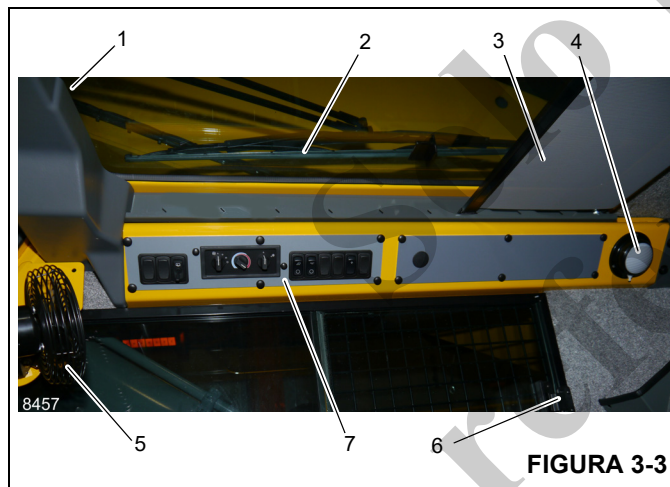
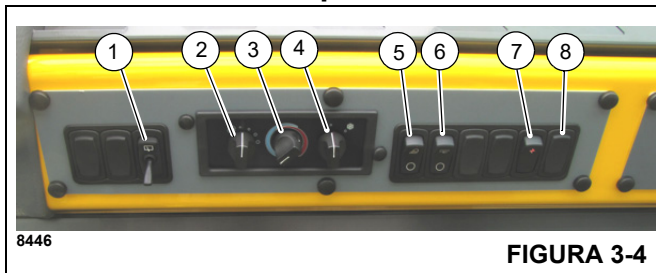

FIGURA 3-3
FIGURA 3-4
El pestillo de la ventana del techo (1) (Figura 3-3) se encuentra en la parte delantera de la ventana. Apriete el pestillo y deslice la ventana hacia atrás para abrirla. Para cerrar, deslice la ventana hacia adelante hasta que el pestillo se trabe.
El limpiacristal de la ventana del techo (2) (Figura 3-3) se controla por medio del interruptor del limpiacristal de la ventana del techo (4) (Figura 3-4), y su funcionamiento es controlado por el motor del limpiacristal.
La visera de la ventana del techo (3) (Figura 3-3) reduce la luz solar directa. La visera es autorretraíble y se puede utilizar para filtrar el ingreso de luz solar o se puede ajustar hacia atrás y trabarse en las muescas provistas.
La luz interior de techo (4) (Figura 3-3) se encuentra en la esquina trasera derecha de la consola superior de la cabina y provee iluminación a la cabina. La luz de techo interior se controla por medio de un interruptor ubicado en la lámpara misma.
El ventilador de circulación de la cabina (5) (Figura 3-3) se encuentra en el lado delantero izquierdo de la cabina, encima del marco de la ventana. Una unión giratoria permite girar el ventilador y en su base se encuentra el interruptor de control. El interruptor tiene las posiciones alta, baja y apagado.
La ventana del lado derecho de la cabina se puede abrir. Apriete el pestillo (6) (Figura 3-3) para soltar la traba y deslícela hacia adelante. Para cerrar, deslice la ventana hacia atrás hasta que el pestillo se trabe.
El limpiacristal eléctrico se usa para quitar la humedad de la ventana en el techo. El limpiacristal de la ventana del techo es controlado por el interruptor del limpiacristal (1) (Figura 3-4). Este interruptor tiene 6 posiciones, incluido el ajuste de intermitente.
El interruptor de velocidad del ventilador del calefactor/acondicionador de aire (2) (Figura 3-4) controla la velocidad del ventilador de la cabina y el volumen de salida de aire caliente o frío. Los ajustes son apagado, velocidad baja, velocidad mediana y velocidad alta.
El interruptor de control del calefactor (3) (Figura 3-4) controla la temperatura de calefacción. Gire el interruptor hacia la derecha (sentido horario) para abrir la válvula para la calefacción. (El calor proviene del fluido calentado que circula por el serpentín del calefactor.) Gire el interruptor hacia la izquierda (sentido contrahorario) para cerrar la válvula, disminuir la circulación del fluido y reducir el calor.
El interruptor del acondicionador de aire (4) (Figura 3-4) controla el sistema de acondicionamiento de aire opcional. Los ajustes son apagado (O) y encendido (I).
El interruptor de luces de trabajo (5) (Figura 3-4) controla las luces de trabajo montadas en la parte delantera inferior de la cabina de la superestructura. Presione la parte superior del interruptor para encender las luces de trabajo. Presione la parte inferior del interruptor para apagar las luces de trabajo.
El interruptor de alimentación de funciones de grúa (7) (Figura 3-4) se encuentra en el tablero de control superior. Este interruptor de regreso automático permite al operador activar todas las funciones de la grúa a la vez o desconectar la energía eléctrica de las funciones de la grúa controladas por los controladores remotos en los apoyabrazos. Al pulsarlo, se activan todas las funciones de la grúa. Al pulsarlo una segunda vez, se desactivan todas las funciones de la grúa. Desactive todas las funciones de la grúa para impedir el accionamiento inesperado de las funciones si se tocan los controladores durante el transporte o cualquier otra operación.
El interruptor del DPF (filtro de partículas diésel) del motor (8) (Figura 3-4) se encuentra en el lado derecho del tablero de control superior. Es un interruptor de tres posiciones: inhibir limpieza, permitir limpieza activa e iniciar limpieza manual. La posición central permite que la limpieza ocurra cuando se requiera, o presione este interruptor para forzar el inicio inmediato de la limpieza manual o para inhabilitar la limpieza indefinidamente:
El indicador de limpieza del sistema de escape (25) se encuentra en la pantalla del CCS (Figura 3-14). Cuando el interruptor de limpieza (8) (Figura 3-4) está en la posición de limpieza de sistema de escape, este indicador ámbar se ilumina y se inhabilita el proceso de limpieza activa y manual del sistema de escape.